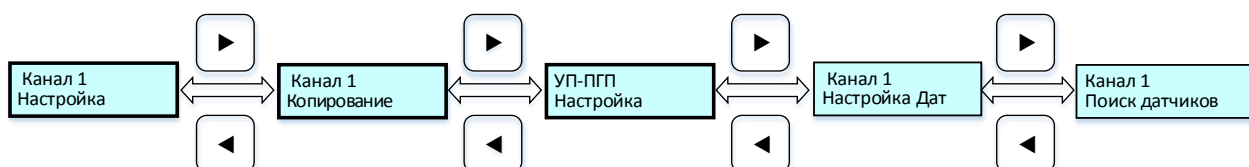

Рисунок 8 – Циклограмма выводимых сообщений на дисплей с каналными платами при наличии подключённых датчиков
2.6.7 При *наличии подключенных датчиков* у канальной платы №, для которой вызвано меню, основное меню в режиме «Программирование» выглядит следующим образом (рис. 8). Меню позволяет:
- Для выхода из меню «Канал № Настройка» и перехода в основное меню режима «Программирование» (см. *рис. 8*) нажать кнопку «ПРОГР».
– для выхода из меню «Канал № Копирование» и перехода в основное меню режима «Программирование» (см. рис. 8) нажать кнопку «ПРОГР».